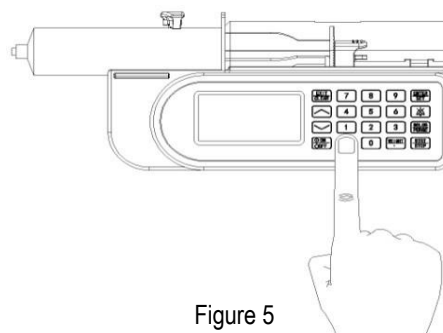

Figure 5
1. Appuyez sur la touche ON/OFF pour mettre la pompe en marche. Lors de l'initialisation, la pompe effectue un autodiagnostic. Une fois l'autodiagnostic effectué avec succès, les écrans affichent les informations d'accueil et le logo du fabricant, puis l'interface de perfusion s'ouvre sur les deux écrans (fig. 5, écran 1). La pompe est prête à être programmée pour une perfusion.